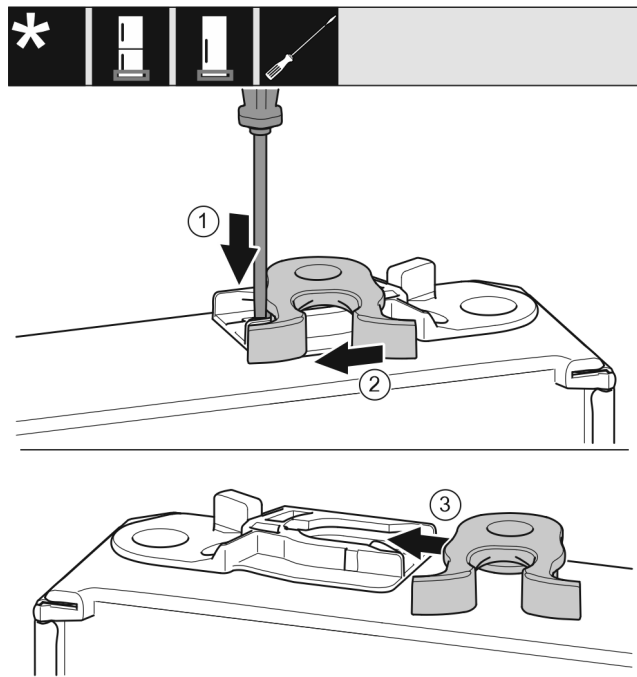

Fig. 39 *
- Nyomja le a fedőlemezt Fig. 39 (1) lapos csavarhúzóval.*
- Húzza ki a záróhorgot Fig. 39 (2) a vezetősínből.*
- Tolja be a záróhorgot Fig. 39 (3) a másik oldalon lévő vezetősínbe.*